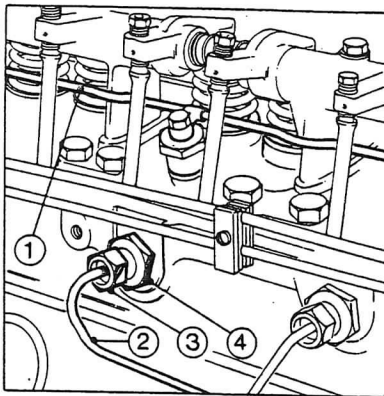

Fig. 25 Insprutare och rör
3. Tag bort bränsleläckageröret genom att skruva loss kopplingsmuttern baktill vid cylinderlocket och bultarna som förbinder läckageröret med insprutarna (fig. 25).
7. Lossa på insprutarens oljetätningmuttrar (fig. 25) och avlägsna insatserna genom att skruva loss bränsleinloppets insatssmuttrar.